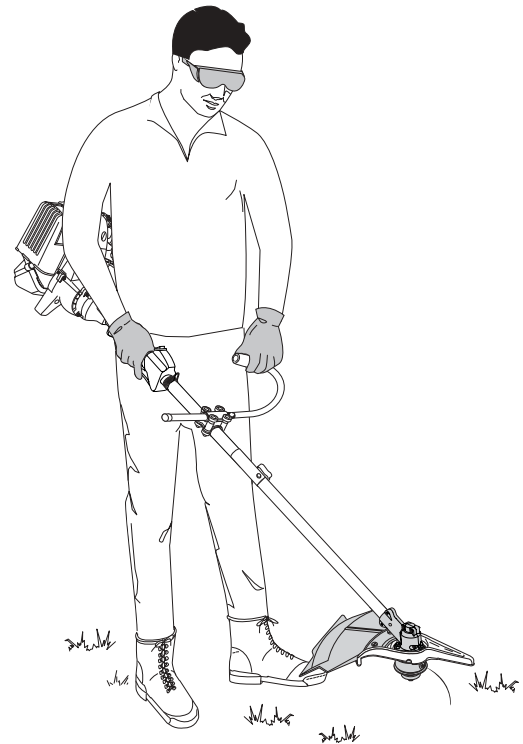

Figure 3
8. Mientras sostiene la unidad en posición de operación (Fig. 3), coloque la manija en J en la posición que le brinde el mejor agarre.